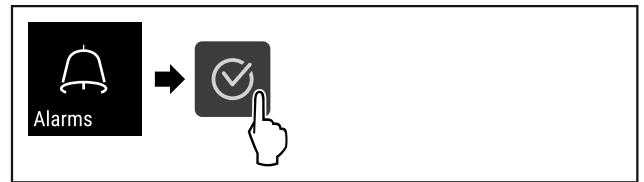

Fig. 107
- Suorita toimenpidevaiheet (katso Fig. 107).